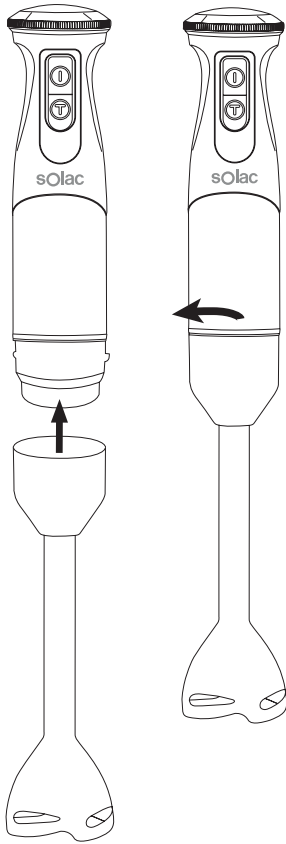

Fig.3
**ACCESORIO BATIDOR (FIG.3):**